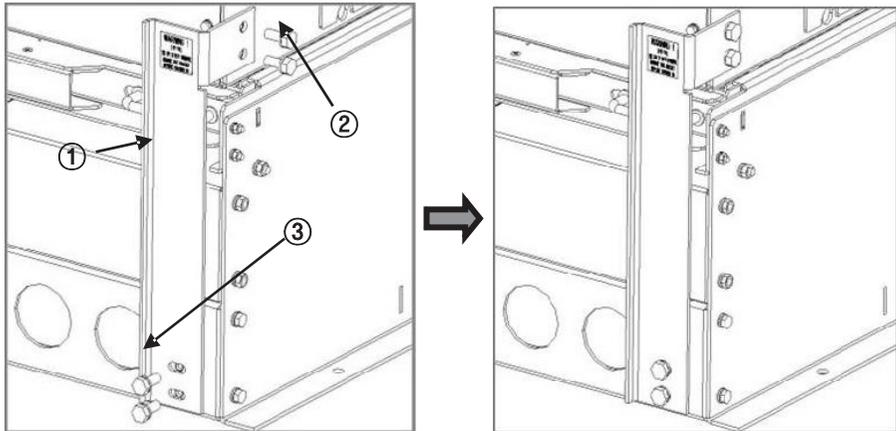

Рис. 17. Монтаж фиксирующей скобы
- ① Переведите аппарат в положение «ТЕСТ» согласно рис. 17. (Убедитесь, что стрелка указателя положения, присоединенного к тележке аппарата, показывает на «ТЕСТ».)
- ② Установите фиксирующую скобу (1), совместив отверстия, и закрепите скобу болтами (2, 3) (8 болтов входят в комплект скобы).
- ③ Левая фиксирующая скоба крепится аналогичным образом